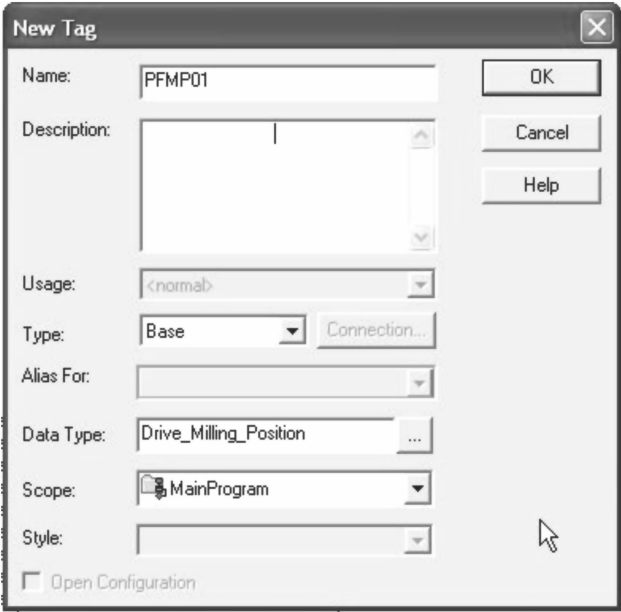

图 20-13 新建标签对话框
8. 严格依照图 20-13 所示的屏幕截图设置并单击“确定”（OK）。